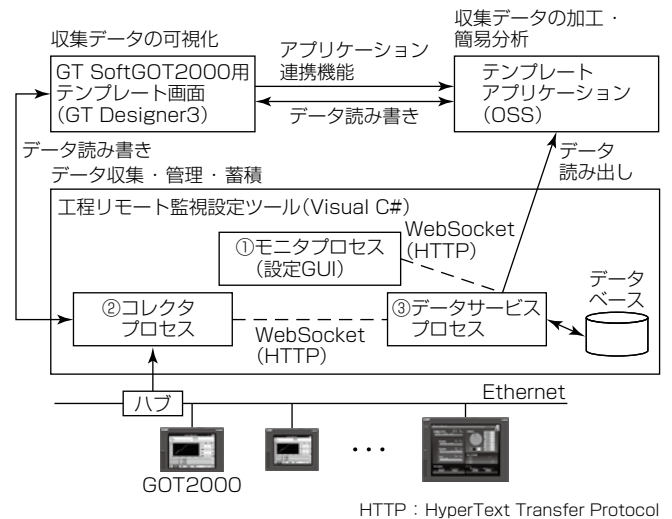

図9. ソフトウェア構成
iQ Monozukuri工程リモート監視が実現する機能は、図9に示すようにデータ収集・管理・蓄積、収集データの可視化、収集データの加工・簡易分析の三つである。これらの機能を稼働中の設備に影響を与えずに効率よく動作させるため、機能ごとに採用する機器やプログラミング言語などを選定して開発を行った。
GOT2000からのデータの収集・管理・蓄積機能は工程リモート監視設定ツールとして開発した。工程リモート監視設定ツールは、同時に複数のGOT2000と通信を行って効率的にデータの収集・蓄積を行う必要があるため、複数スレッドの通信の管理を得意とするVisual C#言語を採用して開発した。図9のように、工程リモート監視設定ツール内のプロセスを、①設定ツールのGUI(Graphical User Interface)を担うモニタプロセス、②GOT2000と通信を行いデータ収集するコレクタプロセス、③収集したデータを管理・蓄積するデータサービスプロセスの三つに分割し、